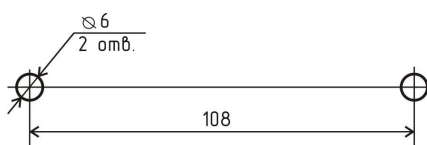

Рисунок 6 - Шаблон для крепежных отверстий
2) Крепление ГР-1 к бетонной поверхности производить при помощи двух пластмассовых дюбелей 6x40 мм и самонарезающих винтов 3,5x40 мм. Предварительно в стене должны быть просверлены отверстия диаметром 6 мм и глубиной 45 мм (рисунок 6).